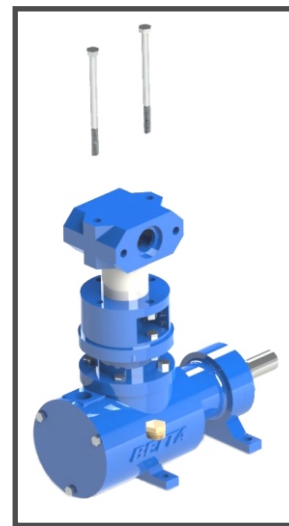

Fig. 20
- 4 - Soltar o parafusos que prendem o cabeçote central ao corpo da bomba. (Fig. 20)